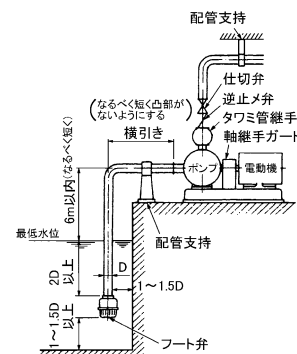

図1
- (1) このポンプは屋内設置用です。屋外で使用される場合は風雨などを避ける屋根などを設けることをお奨めします。
- (2) ポンプの据付位置は保守、点検に便利な場所をお選びください。
- (3) 関係者以外の方がポンプに近づけぬよう、囲いを設けるなどの対策を施してください。
- (4) ポンプはできるだけ水源に近く、吸込高さ（吸込液面からポンプ中心までの高さ）が低く、かつ、吸込配管の長さが短くなる所に据付けてください。図1を参照してください。